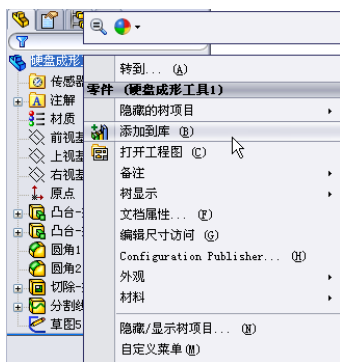
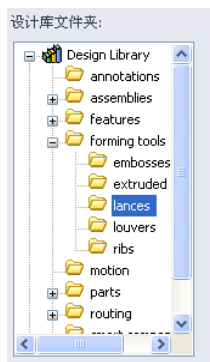

图 10-183 添加到库
图 10-184 选择保存位置
13) 保存成形工具。在 FeatureManager 设计树中右击成形工具零件名称，在弹出的菜单中选择“添加到库”命令，如图 10-183 所示。这时，将会弹出“添加到库”属性管理器，在“设计库文件夹”栏中选择“lances”文件夹作为成形工具的保存位置，如图 10-184 所示。将此成形工具命名为“硬盘成形工具 1”，如图 10-185 所示，保存类型为“sldprt”，单击 (确定) 按钮，完成对成形工具的保存。